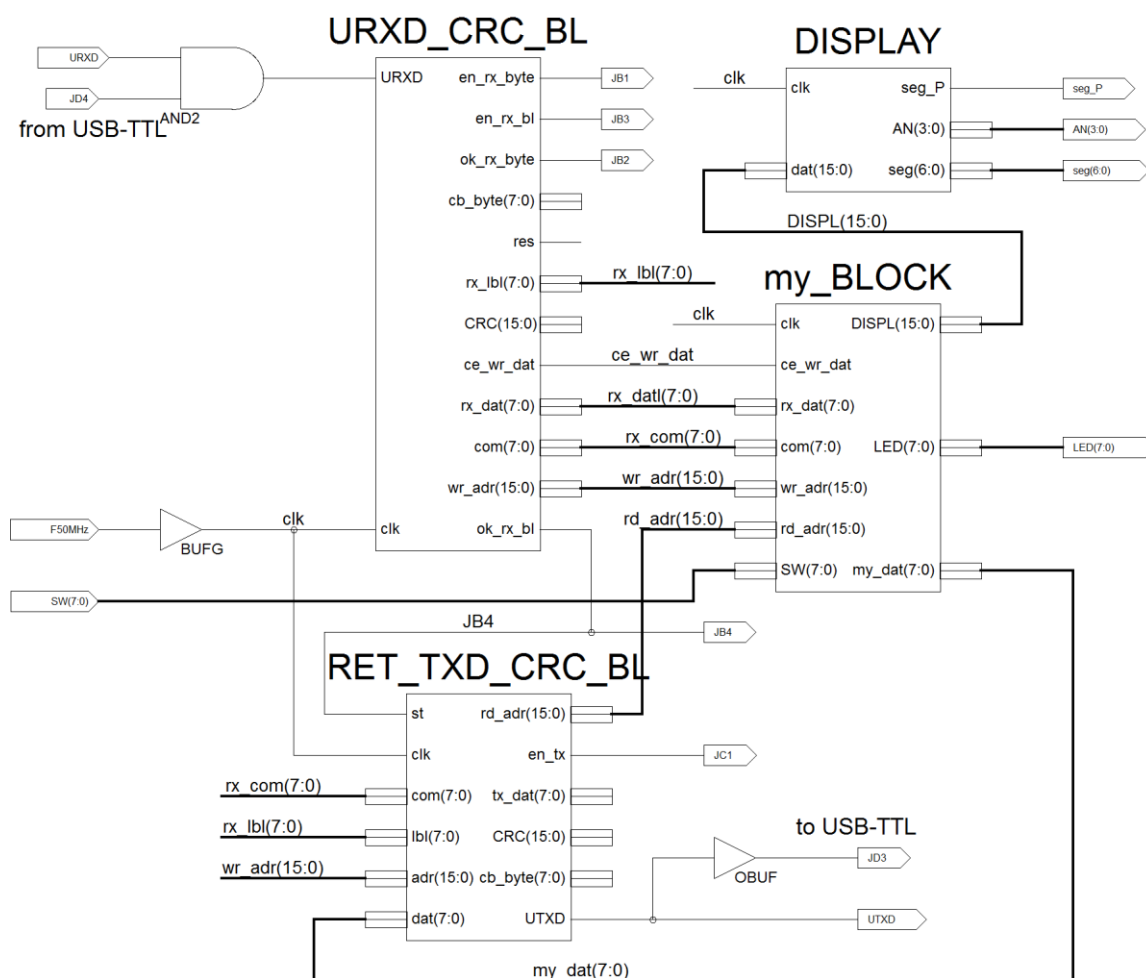

Рис.7 Схема лабораторной работы S_Lab404crc
В состав схемы рис.7 входит модуль my_BLOCK, который предстоит спроектировать самостоятельно. В этом модуле должно быть 3 8-ми битных регистра: LED[7:0], DISPL[15:8] и DISPL[7:0]. Загружаться эти регистры должны программой ComChange данными модуля URXD_CRC_BL по заданному варианту базового адреса (см. таблицу 1). Например, для загрузки LED и DISPL данными 11, 22, 33 при MY_ADR=16'hA400 от ComChange должна быть получена последовательность байт: 00 03 A4 00 11 22 33. Два байта CRC кода ComChange добавит автоматически, если при настройке в окне «Режим контроля» было выбрано «Контроль CRC».
- 2.4 Начертить схему лабораторной работы S_Lab404crc (рис.7).
4.3 Создать символы модулей входящих в состав схемы рис.7.
4.4 Составить лист **S_SchLab404crc** схемы лабораторной работы. Разместить на листе схемы необходимые символы, соединить их связями в соответствии с рис.7. (См. также альтернативный вариант схемы на Verilog-е **V_SchLab404crc**, приложение 5.3).